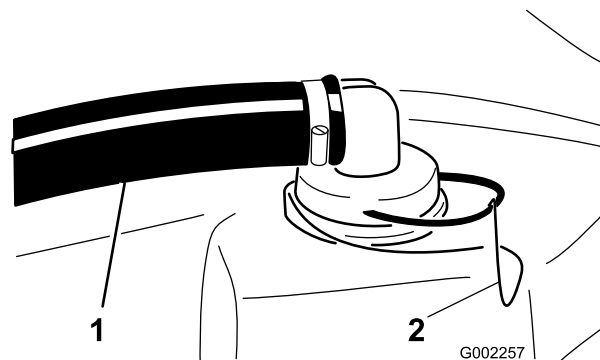

Figura 54
2. Togliete l'ancoraggio dal raccordo rosso affisso al flessibile grande, sopra il serbatoio (Figura 54).
3. Togliete il flessibile dal serbatoio (Figura 54).